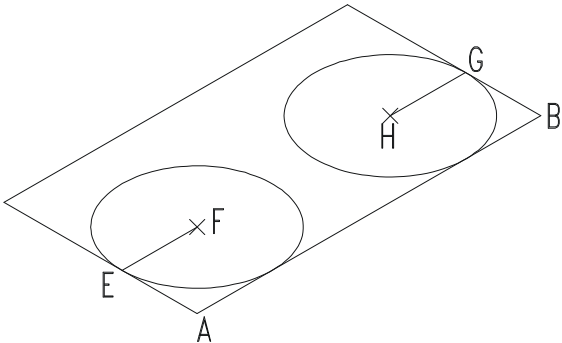

图 11-1-2
STEP 02 在矩形的一边画上圆，然后和图形的其他部分进行剪切从而把矩形的一边的两个角进行倒圆角，如图 11-1-2 所示，具体操作如下：
指定下一点或 [放弃(U)]: ↵	// 效果如图 11-1-2 所示
指定等轴测圆的半径或 [直径(D)]: 7 // 输入等轴测圆半径, 效果如图 11-1-2 所示
指定等轴测圆的半径或 [直径(D)]: 7 // 效果如图 11-1-2 所示